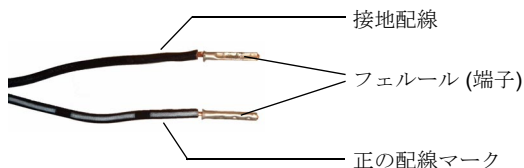

図 6 : 撚り線に付けられたフェルール
一般的に正の出力配線には、白の縞、色の縞、または同様のマークが付いています。(図 6 を参照)
- 出力配線が単線ではなく撚り線の場合は、長さ  $8 \text{ mm}$  (5/16") のフェルール (端子) を図 6 に示すように各配線の端部にはめる必要があります。